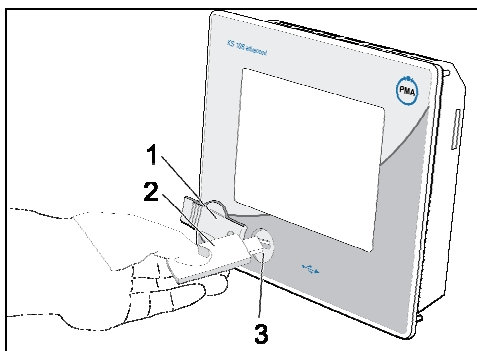

Abb. 43: USB-Stick verwenden
2. **USB-Stick einstecken:** Heben Sie die Abdeckung des USB-Anschlusses (Abb. 43/1) auf der Frontseite des Gerätes vorsichtig an und drehen ihn zur Seite. Stecken Sie nun den USB-Stick (Abb. 43/2) auf den Anschluss (Abb. 43/3).